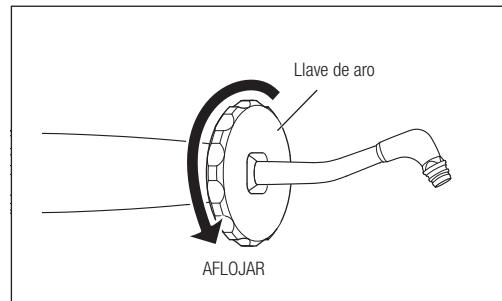

Fig. 39
- 1) Con la llave de aro suministrada en el extremo de la boquilla, afloje la boquilla y extrágala de la pieza de mano (Fig. 39).